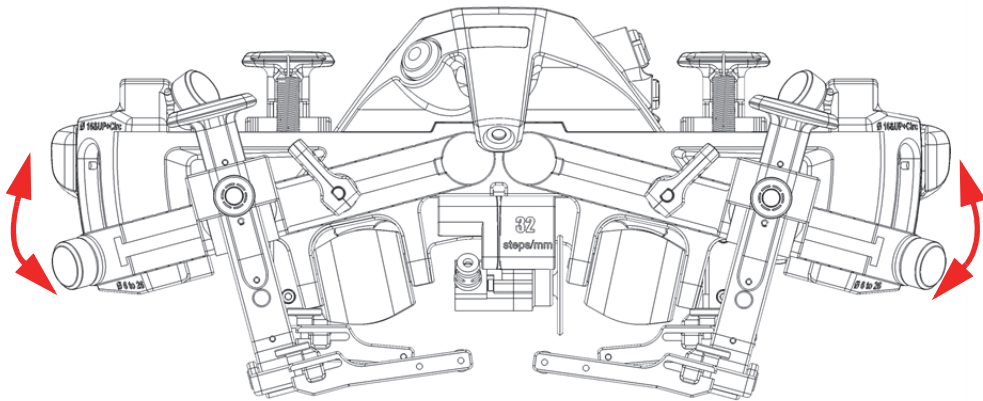

图 2-2 处于向下位置的探头托架安装导轨
2. 转动两个探头托架安装导轨，直到它们达到行程极限（参见第38页的图 2-2）。